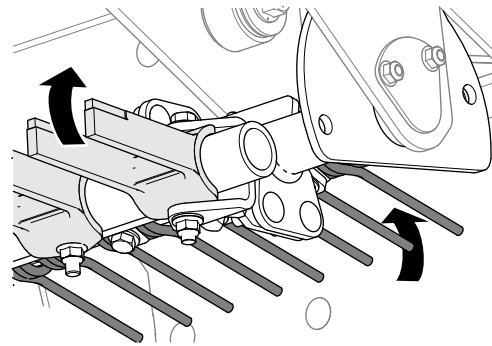

図 37
5. マルチツールアームを回転させて、使用したいプラウタインを選択する 図 37。